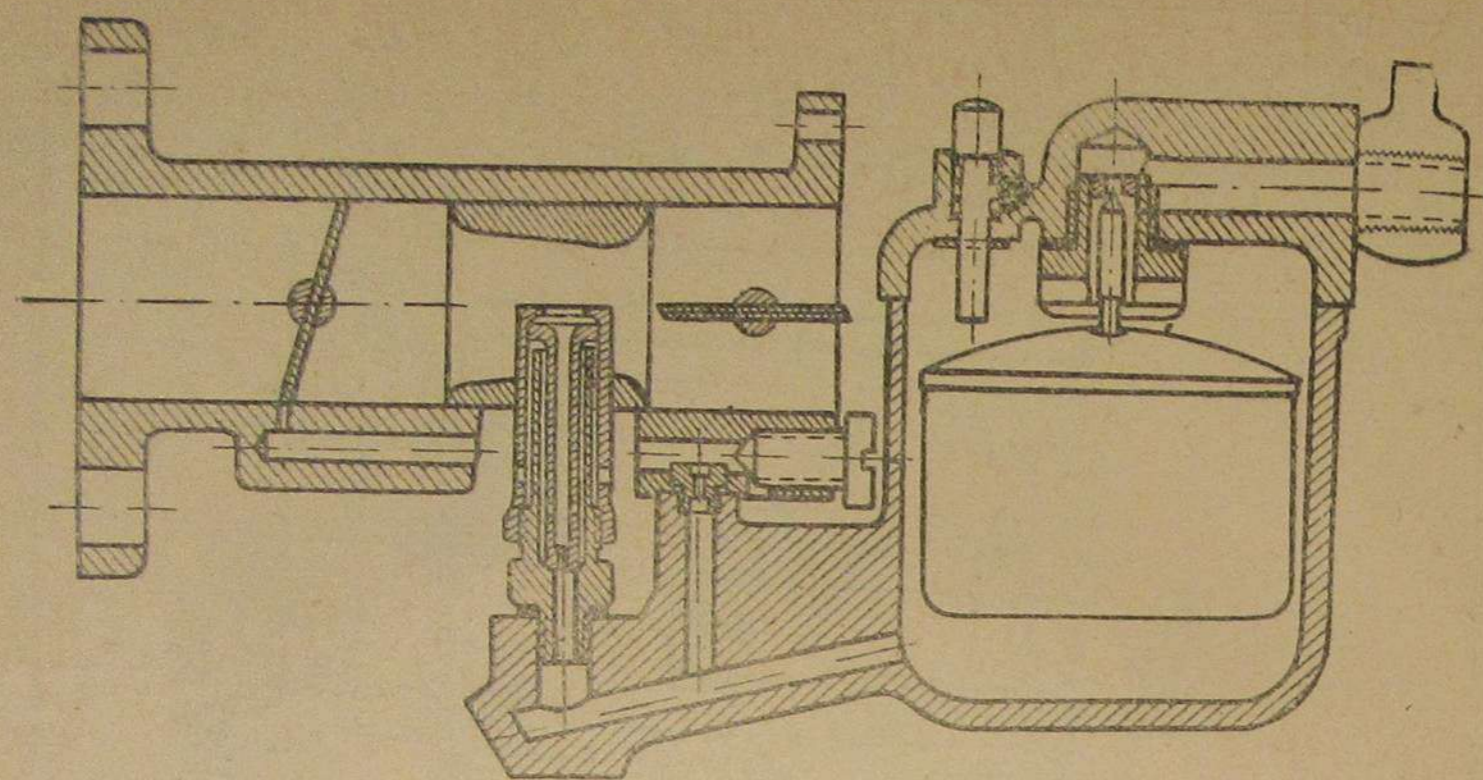

Рис. 38. Схема карбюратора Солекс—2-ЗИС
3. Завернуть регулировочный винт 1 (рис. 38, стр. 64) до отказа.